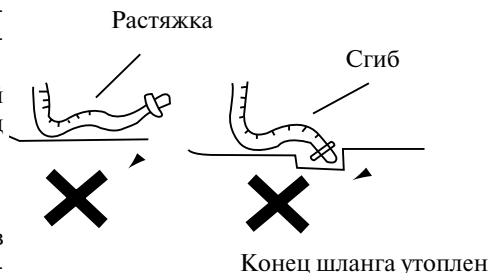

Рис. 2
1. Прodelайте трубное отверстие (Ø 80) в стене с небольшим наклоном вниз в направлении внешней стороны. Центр отверстия должен определяться в соответствии с рис. 2.